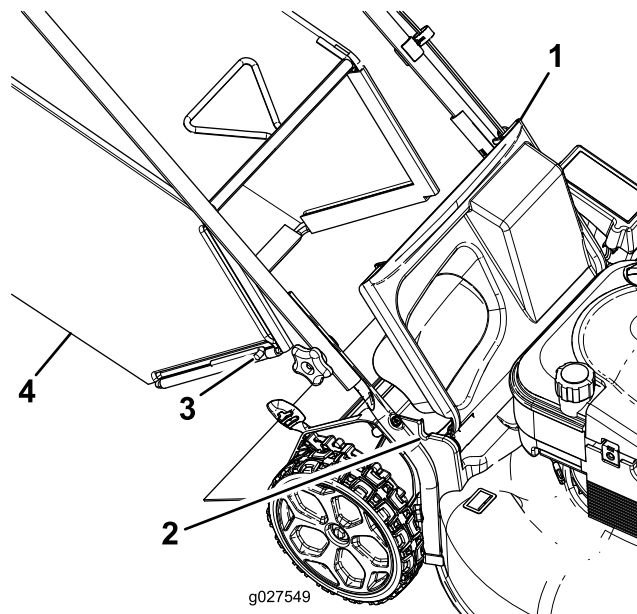

Figura 19
1. Tirate verso l'alto il deflettore posteriore (Figura 19).
2. Inserite le estremità dell'asta del cesto di raccolta nelle tacche nelle staffe della stegola (Figura 19).